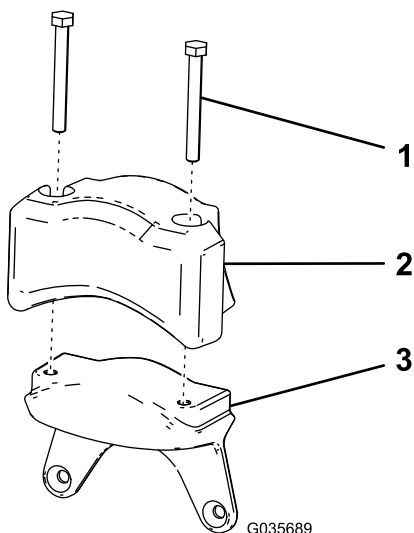

图9
1. 将在2 准备滚刀组 (页码 3) 的步骤 5 中卸下的电气配重块和 2 个平头螺丝5/16 x 2¼ 英寸安装到新配重块上 图9。